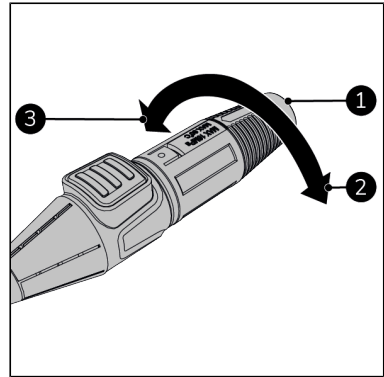

Abbildung 55.
3. Drehen Sie den Düsenkopf (Abbildung 55, Pos. 1), um den Strahlwinkel zu verändern:
- für einen kleineren (stärkeren Strahl) im Uhrzeigersinn drehen (Abbildung 55, Pos. 2).
- für einen größeren (schwächeren Strahl) gegen den Uhrzeigersinn drehen (Abbildung 55, Pos. 3).